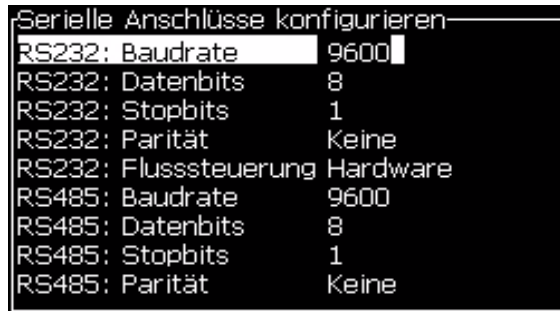

Abbildung 4-20: Dialogfeld *Configure Serial Ports*
- 2 Wählen Sie die Option *Serial Port Configuration (Konfiguration serieller Port)* und drücken Sie die Taste *Enter*. Das Dialogfeld *Configure Serial Ports (Serielle Anschlüsse konfigurieren)* erscheint (siehe Abbildung 4-20).